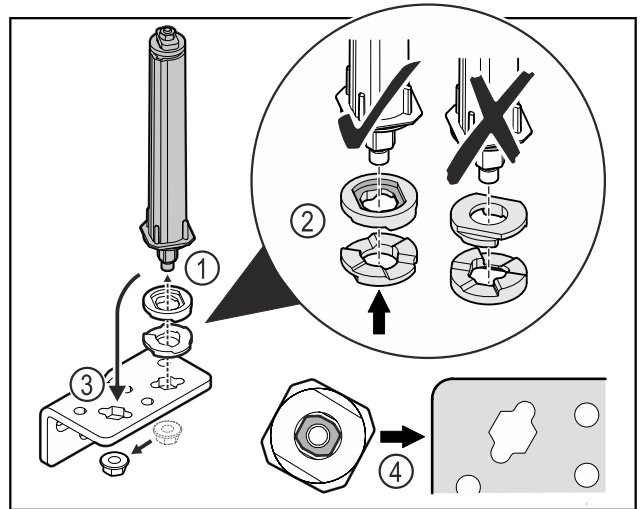

Fig. 36
- ▶ Відкрутити гайку і зняти систему запирання дверей Fig. 36 (1).
- ▶ Слідкувати за правильним розташуванням шайб для регулювання висоти Fig. 36 (2).
- ▶ Переставити систему запирання дверей у шарнірному кутику і зафіксувати гайкою Fig. 36 (3).
- ▶ Під час встановлення слідкувати за правильною орієнтацією системи запирання дверей Fig. 36 (4).